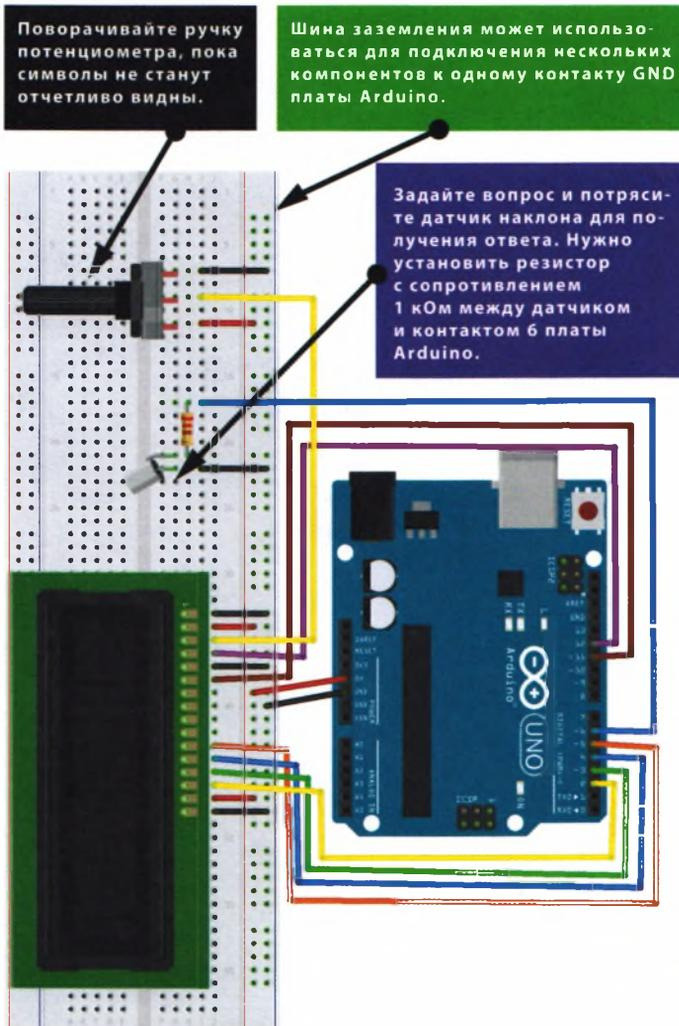

РИСУНОК 14.3
- Убедитесь, что ваша цепь соответствует схеме, показанной на рис. 14.3, и загрузите в память Arduino код скетча, приведенный в разделе «Скетч» далее в этом проекте.